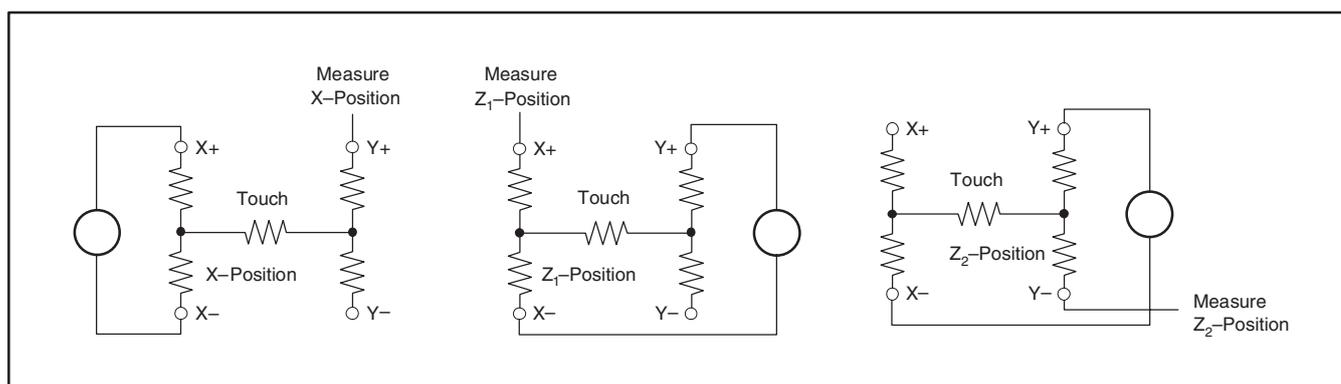

図 8. 圧力測定のプロック図
TSC2046ではタッチ圧の測定も可能です。ペンや指のタッチを識別するために、タッチの圧を判別する必要があります。一般に、このテストには、非常に高い性能は必要ありません。したがって、8ビット分解能を推奨します（しかし、ここで示す計算では12ビット分解能を使用しています）。この測定には、いくつかの異なる方法があります。TSC2046では2つの方法をサポートします。第1の方法では、図8に示すように、タッチスクリーンのXプレート抵抗がわかっている事、Xポジションの測定、および2つのクロス・パネルの測定 (Z_1 および Z_2) が必要です。式 (3) を使うとタッチ抵抗が計算できます。